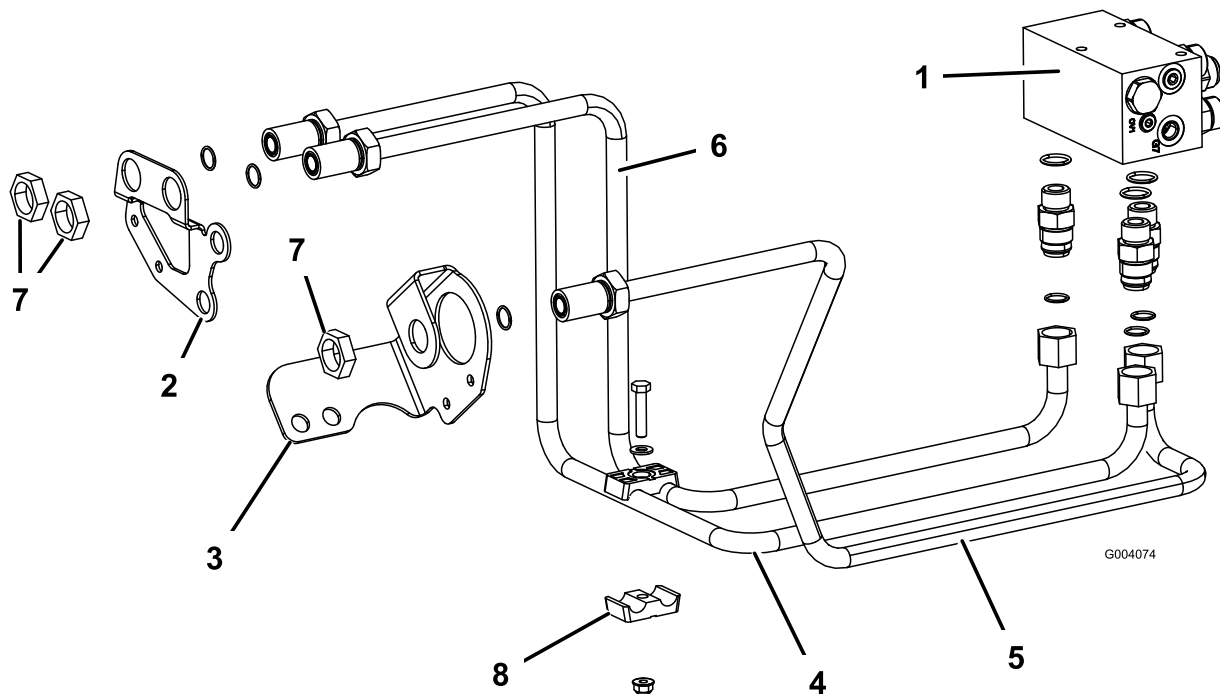

Figura 10
"RF" al foro destro nella staffa destra di supporto del telaio (Figura 10).
- Fissate la parte posteriore del tubo idraulico al raccordo del collettore e la parte anteriore alla staffa di supporto con un dado di bloccaggio (1-5/16"); fate riferimento alla Figura 10.
- Disponete il tubo idraulico, n. cat. 108-7626, dal raccordo del collettore centrale con l'adesivo "REV" al foro nella staffa sinistra di supporto del telaio (Figura 10).
- Disponete il tubo idraulico, n. cat. 108-7625, dal raccordo del collettore destro con l'adesivo "LF" al foro sinistro nella staffa destra di supporto del telaio (Figura 10).
- Fissate i 2 tubi di supporto di destra insieme ai semimorsetti dei tubi, il bullone (5/16" x 1 1/2"), la rondella piana (5/16") e un dado flangiato (5/16"); fate riferimento alla Figura 10.